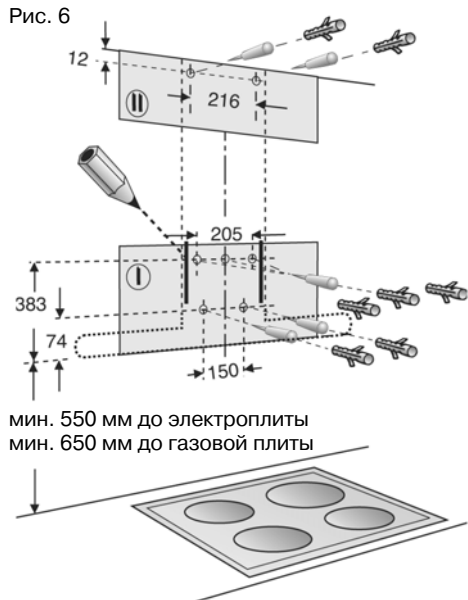

Рис. 7
4. Присоедините скобу крепления обшивки с помощью двух винтов с шестигранной головкой (рис. 7).
5. Винтите средний винт (с полукруглой головкой без шайбы) примерно на 5 мм для помощи в сборке с целью крепления арматуры вытяжки (рис. 7).
7. Подвесьте вытяжку на винт, установленный в стене (рис. 7).